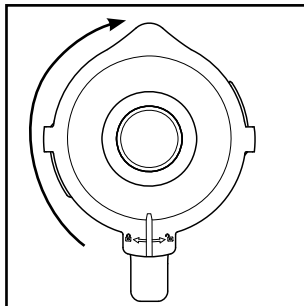

Fig. 2
- 4) Premere saldamente di nuovo il coperchio **2** sull'inserto mixer **3** in modo sfalsato. Chiudere il coperchio **2**, ruotandolo in senso orario nella posizione  fino a percepirne l'innesto (vedere Fig. 2). Verificare che il beccuccio dell'inserto mixer **3** sia chiuso. Il motore può avviarsi solo quando il coperchio **2** è posizionato a filo.